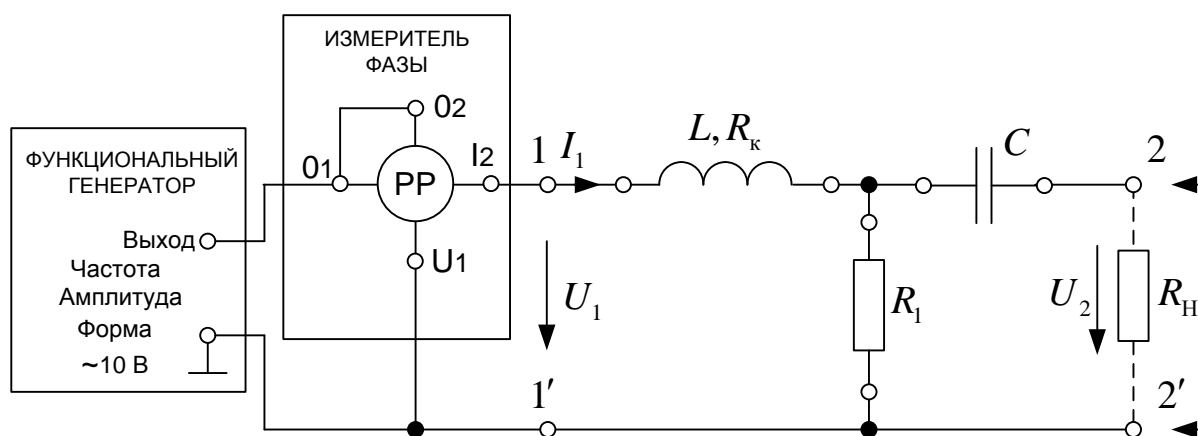

Рис. 7.3. Схема опыта (прямое включение)
1) Собрать электрическую цепь по схеме, показанной на рис. 7.3. Подключить к зажимам  $2-2'$  сопротивление  $R_H$ .